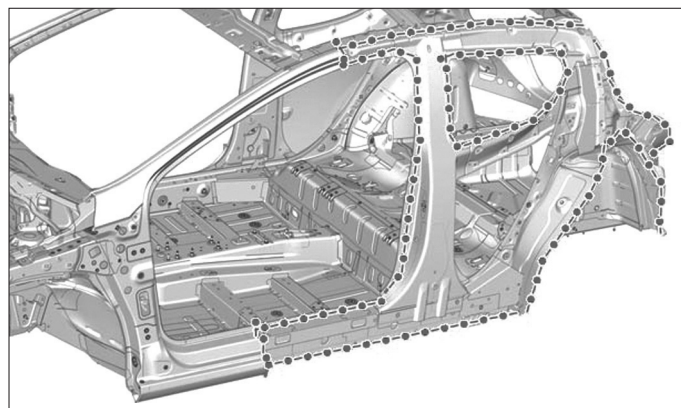

FIG. 154
- Préparer les zones d'accostage des pièces à assembler (Fig.154).